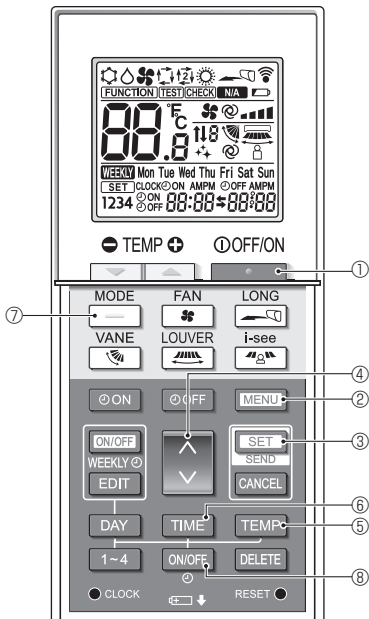
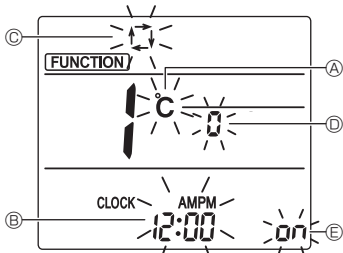

Fig. 6-6
Fig. 6-7
1. Нажмите кнопку ①, чтобы остановить работу кондиционера воздуха.
2. Нажмите кнопку ②.
- Отобразится экран "Function setting" (Настройка функций), и будет мигать числовое значение функции А. (Fig. 6-6)
- Нажмите кнопку ④, чтобы изменить числовое значение функции.
3. Убедитесь, что отображается числовое значение функции "1", затем нажмите кнопку ③.
- Отобразится экран настройки индикации дисплея. (Fig. 6-7)